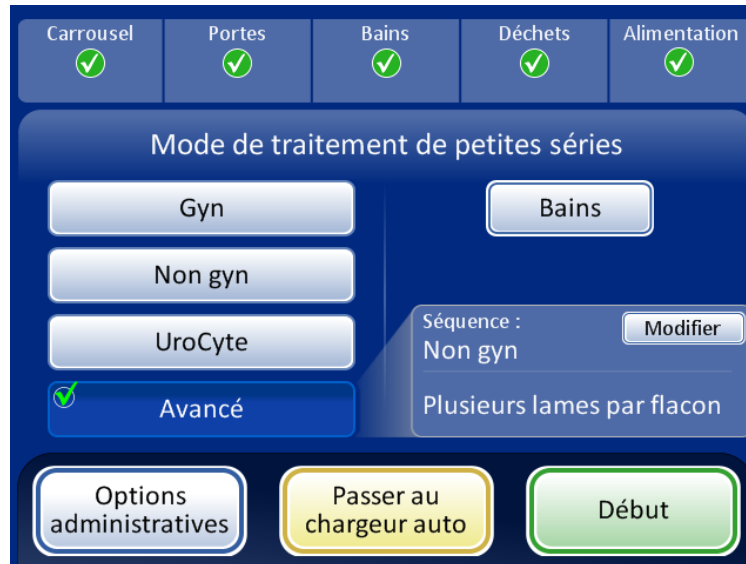

Figure 7-29 Plusieurs lames par flacon sélectionné
6. Appuyer sur le bouton du paramètre **Plusieurs lames par flacon**. (Noter que la séquence non gynécologique est le seul choix.) Appuyer sur le bouton **OK** vert. L'écran repasse à l'écran principal. **Avancé** est sélectionné et les options sélectionnées sont détaillées en regard. Figure 7-29.